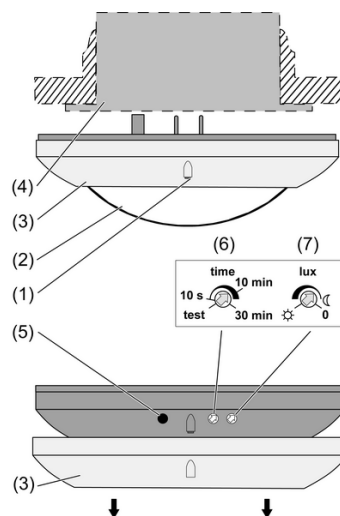

Bild 1: Geräteaufbau
- Zierring (3) abziehen.
- Einsteller **lux** auf ☼ einstellen (Bild 1).